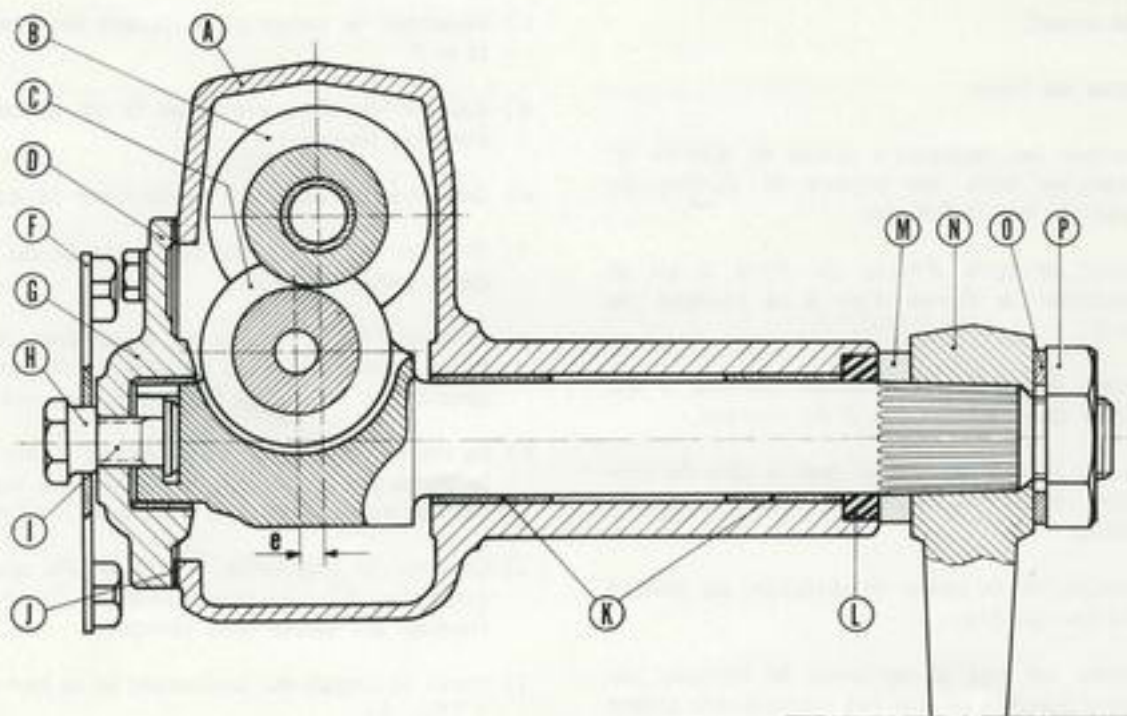

Fig. 6
- f) Enlever les 4 vis du couvercle D du porte-galet (voir fig. 6).
- g) Enlever l'écrou H (fig. 6) puis, avec un tournevis, visser à fond la vis I. Auparavant, décoller le couvercle D (fig. 6) au maillet.
- h) Le couvercle enlevé, sortir la vis I (fig. 6) et le porte-galet. En cas de résistance, taper au maillet sur l'extrémité fileté de l'arbre.
c) Montage de l'arbre porte-galet et son couvercle (voir fig. 6).
La figure 6 nous montre le décalage existant entre l'axe de la vis B et du galet C. Pour obtenir une direction sans jeu, on devra jouer sur cet écart en agissant sur la vis I de façon à bien mettre en contact les flancs de la vis et du galet.